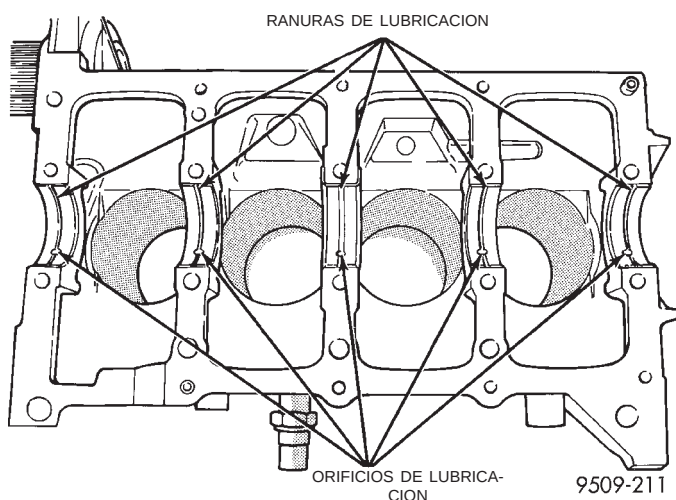

Fig. 82 Instalación del casco superior del cojinete principal
(1) Instale los cascos del cojinete principal con la ranura de lubricación en el bloque de cilindros (Fig. 82).
(2) Asegúrese de que los orificios de lubricación del bloque queden alineados con los orificios de lubricación de los cojinetes, y de que las lengüetas del cojinete se asienten en las ranuras para lengüetas.